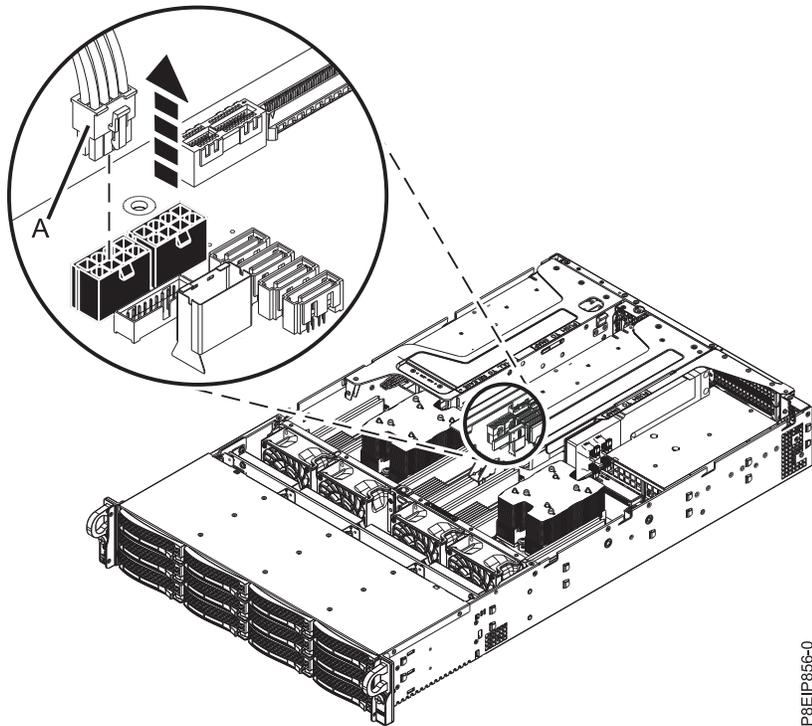

Abbildung 39. Netzkabel des Grafikprozessors abziehen
- d. Wenn die Riserkarte einen Grafikprozessor umfasst, ziehen Sie das Netzkabel des Grafikprozessors **(A)** von der Systemrückwandplatine ab (siehe Abb. 39 auf Seite 38). Drücken Sie den Entriegelungshebel mit Ihrem Daumen auf den Anschluss, um das Kabel zu entfernen.